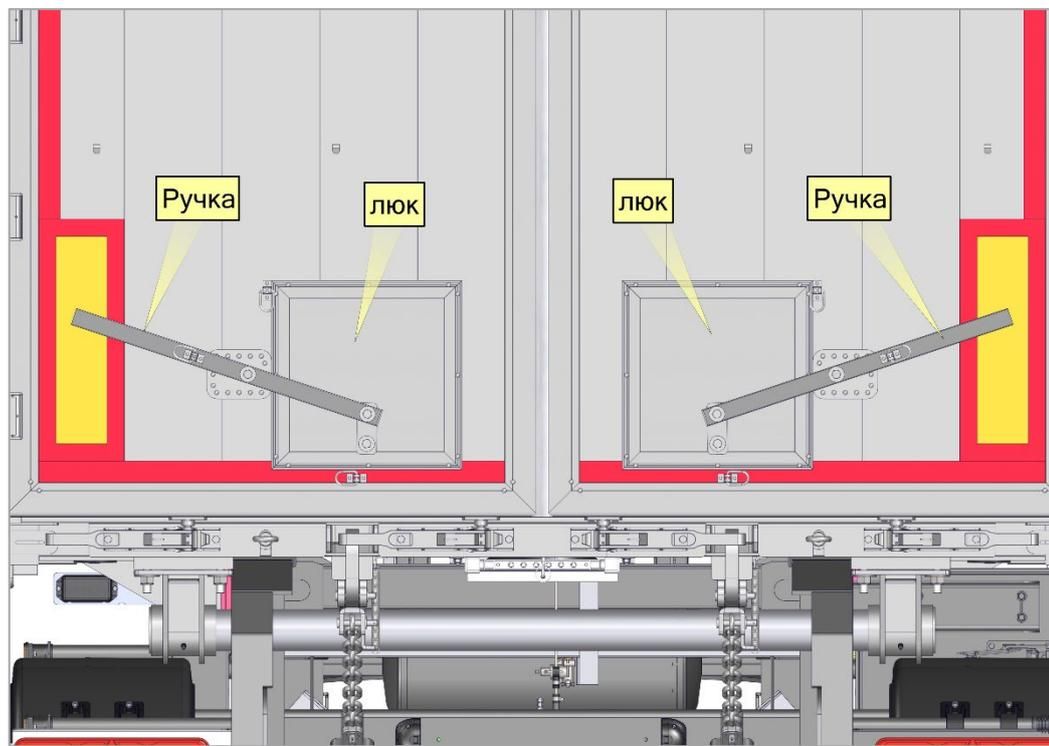

Рис. 87. Положение ручек и люков
- открыть люки, повернув ручки (Рис.87; 88)